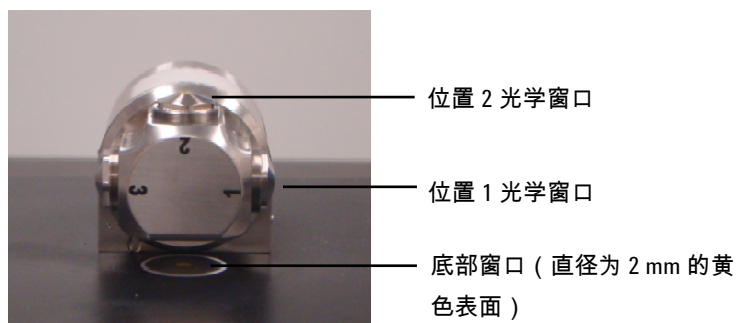

图 7. 光学窗口朝上的 DialPath
在样品装载和清洁模式中，旋转 DialPath 以使光学窗口朝上（参见图 7）。在此位置可以方便地接触样品装载区域，以便将样品装入到位并在分析下一样品之前清洁采样面。
- 1 旋转 DialPath 以使光学窗口位置 2 朝上（参见图 7）。